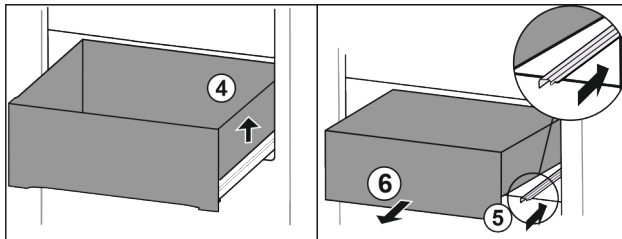

Fig. 91
- Sollevare il cassetto a destra. Fig. 91 (4)
- Inserire la guida destra. Fig. 91 (5)
- Rimuovere il cassetto tirandolo in avanti. Fig. 91 (6)